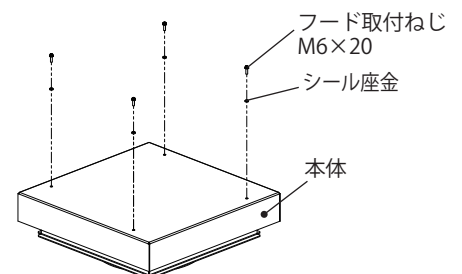

図3
1. フード取付ねじ M6×20・シール座金(4か所)を取り外してください。(図3)